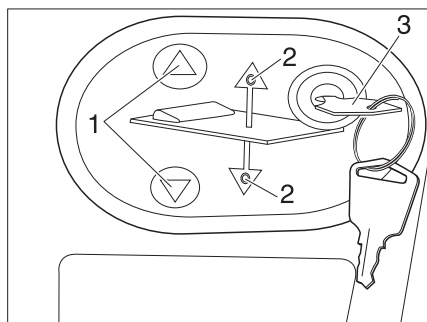

Bild 170 Manöverpanel för elektrisk höjbar säng
- Sätt in nyckeln (Bild 170,3) i manöverpanelen (Bild 170,2).
- Tryck på knappen  eller  (Bild 170,1) och håll den intryckt. Motsvarande LED (Bild 170,2) lyser och den höjbara sängen sänks eller höjs.
- När önskad position är nådd, släpp knappen  eller  (Bild 170,1) igen. Motsvarande LED (Bild 170,2) slocknar.
- Dra ut nyckeln (Bild 170,3).